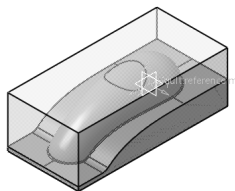

图 3-199 创建的毛坯零件(3)
3) 单击“Rough Stock”对话框(3)中的“确定”按钮, 创建的毛坯零件(3), 如图 3-199 所示。